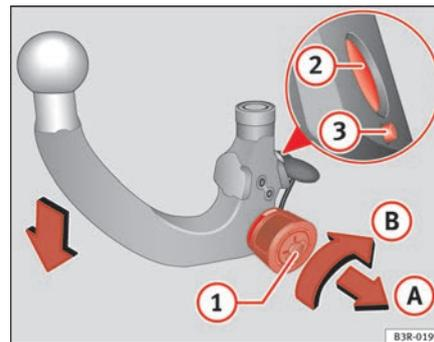

Fig. 152 Dispositivo de reboque desmontável: Submeter a rótula a pré-tensão
- Insira a chave ① ⇒ página 201, fig. 152 na fechadura da roda recartilhada e rode-a no sentido da marca vermelha.
- Puxe a roda recartilhada no sentido que indica a seta A e rode-a em seguida sem deixar de a puxar no sentido da seta B até que o perno de bloqueio ② encaixe e até que se possa ver que a alavanca de desencaixe ③ sai ⇒ ⚠.